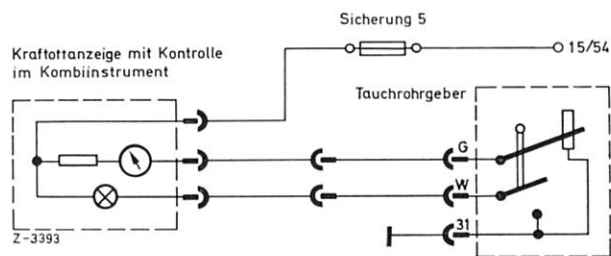

Bild 54—18/1
Mit sinkendem Kraftstoffspiegel wird durch den Schleifkontakt (1) am Schwimmer (2) des Tauchrohrgebers der Widerstandswert erhöht, die Spannung sinkt und die Anzeigenadel im Instrument geht dadurch zurück (Bild 54—18/2).